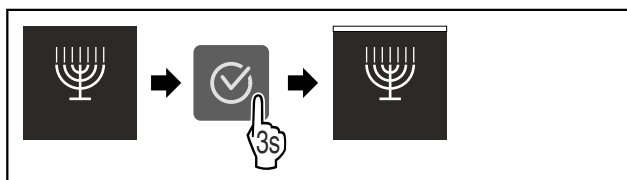

Fig. 13
- Wykonać czynności (patrz Fig. 13) .